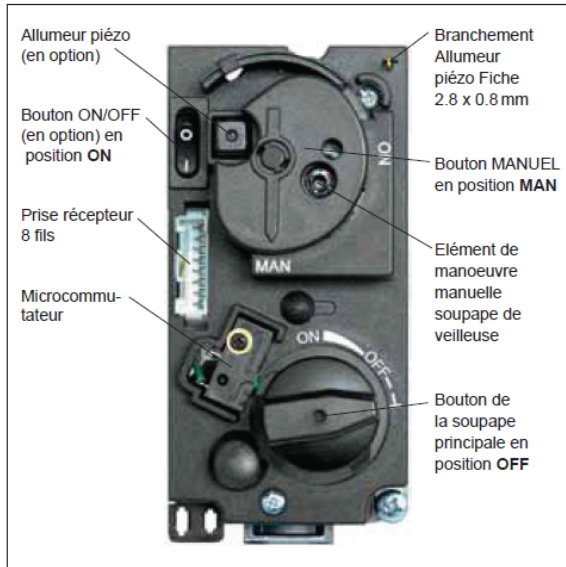

Figure 25: Bloc gaz GV60, chapeau
5. Attendre cinq (5) minutes pour débrancher le gaz. Vérifier qu'il n'y a pas de gaz dans la zone autour de l'installation, y compris au niveau du sol. **Si vous détectez du gaz, ARRÊTEZ l'installation !** Observer la rubrique «QUE FAIRE EN CAS D'ODEUR DE GAZ?» aux informations de sécurité à la page 24. Si aucun gaz n'est présent, passer à l'étape 6.
8. Enfoncer complètement l'élément de manoeuvre manuelle de la soupape de veilleuse en le gardant enfoncé pour démarrer le flux du gaz de la veilleuse (voir figure 25, page 43).
Remplacer le câble d'allumage du récepteur vers la soupape (voir la figure 25, page 43). Appuyer sur l'allumeur piézo pour allumer. Si la veilleuse ne reste pas allumée, attendre cinq (5) minutes et répéter l'opération.